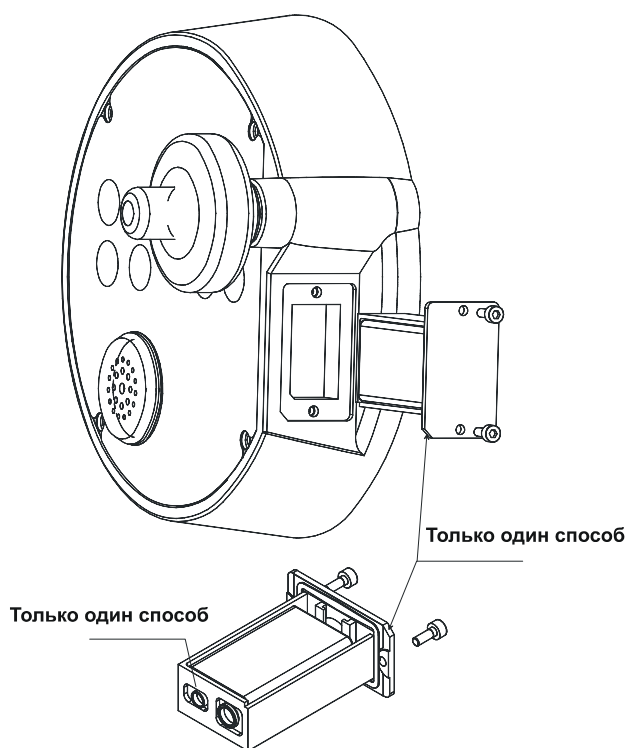
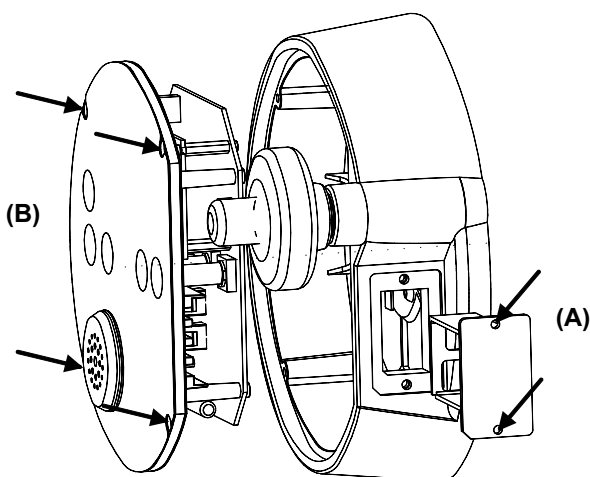

Рисунок 9-4
Рисунок 9-10
- Открутите 2 винта на пенале батареи, используя 2,5 мм шестигранный ключ Allen, который находится в переносной сумке. См. Рисунок 9-4.
- Замените батарею (только один способ). См Рисунок 9-4.
- Установите новый блок дисплея в электронный блок; закрепите 4 винта (В), см. Рисунок 9-10.
- Закрепите пенал батареи 2 винтами (А), см. Рисунок 9-10. См. Рисунок 9-4.